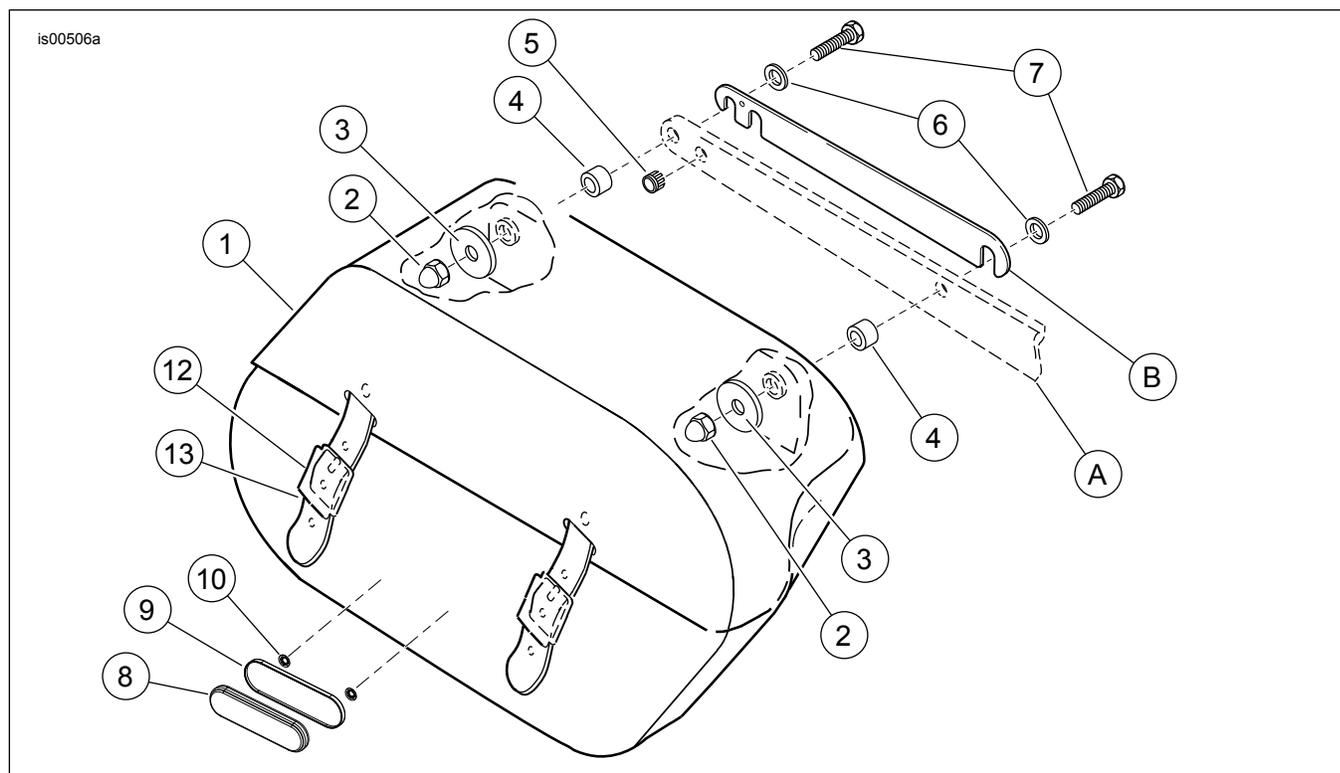

Figura 2. Parti di ricambio per le applicazioni 2002-2005
Vedere Figura 2 e Tabella 1.
Per il procedimento, vedere Figura 2.
- Il veicolo non è dotato di distanziale (vedere Figura 2).
- Il veicolo non ha distanziale (vedere Figura 2) e le piastre laterali staccabili sono installate.
6. Installare un dado cieco (2) sui bulloni (7) dal lato interno della borsa portapacchi. Serrare i dadi a una coppia di 34 N·m (25 ft-lbs).